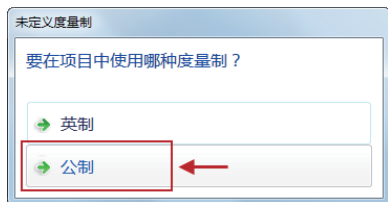

图2-8 选择选项
- 04 关闭【新建项目】对话框后，随即弹出【未定义度量制】对话框。在该对话框中提供了两种度量制供选择，一种是“英制”，单位是“英寸”；另一种是“公制”，单位是“毫米”。建筑设计中通常使用“毫米”作为单位，所以在对话框中单击选择“公制”选项，如图2-8所示。选择“公制”作为度量制后，项目设计中的尺寸参数都以mm作为单位。